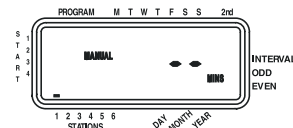

Ilustración 13
- Oprima la tecla MANUAL. Luego oprima SIGUIENTE tres veces. La pantalla mostrará un cursor intermitente en la estación 1 junto con --MINS [Vea la ilustración 13].